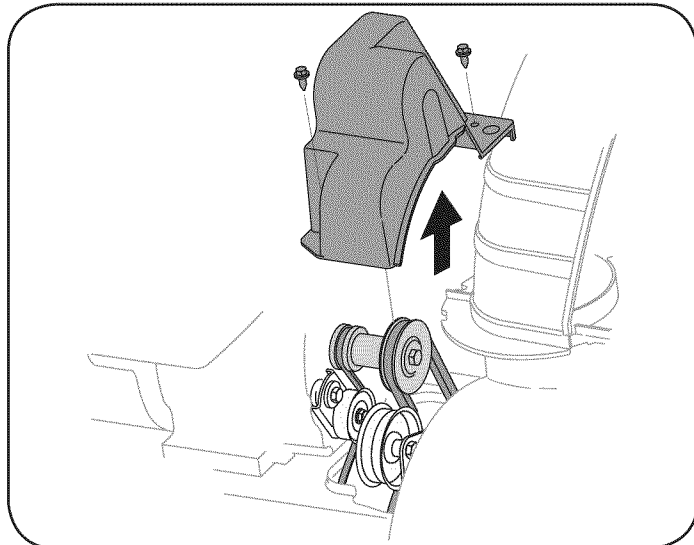

Figura 21
2. Saque la cubierta plástica de la correa ubicada en el frente del motor. Para ello saque los dos tornillos autorroscantes. Vea la figura 21.